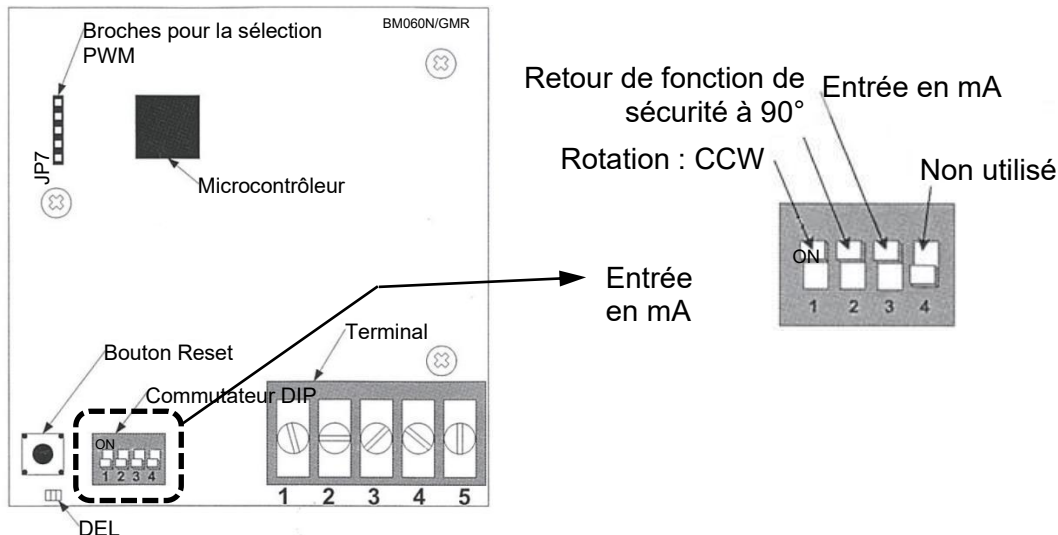

Figure 4-4 : Emplacement et réglages du commutateur DIP – couvercle retiré
1. Coupez l'alimentation et placez tous les commutateurs DIP à la position d'arrêt (voir Figure 4-4, ci-dessus).